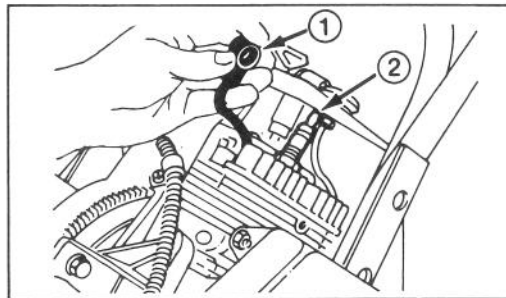

Fig. 12
2. TA BORT TÄNDSTIFT (Fig. 12) – Lossa tändstiftskabeln och skruva ur tändstiftet. Undersök stiftet och byt ut det om det är sprucket, sotigt eller smutsigt. **SANDBLÄSTRA INTE ELLER SKRAPA ELLER RENGÖR STIFTET DÄRFÖR ATT SMUTS KAN DÅ FALLA I CYLINDERN OCH ORSAKA SKADA TILL MOTORN.**